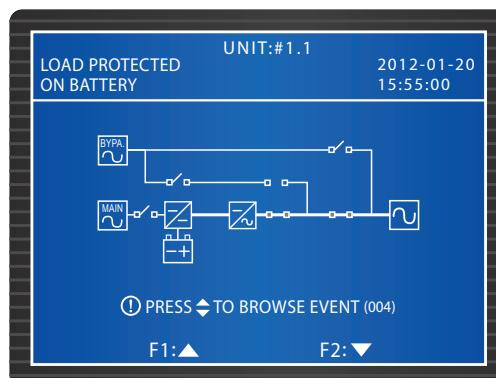

*Рис. 6-1. Кнопка BATT. STR.*
- 2** Нажмите кнопку **BATT STR.** на модуле управления (см. *Рис. 6-1*). Включится ЖК-дисплей.
- 2 Нажмите кнопку **BATT STR.** на модуле управления (см. *Рис. 6-1*). Включится ЖК-дисплей.